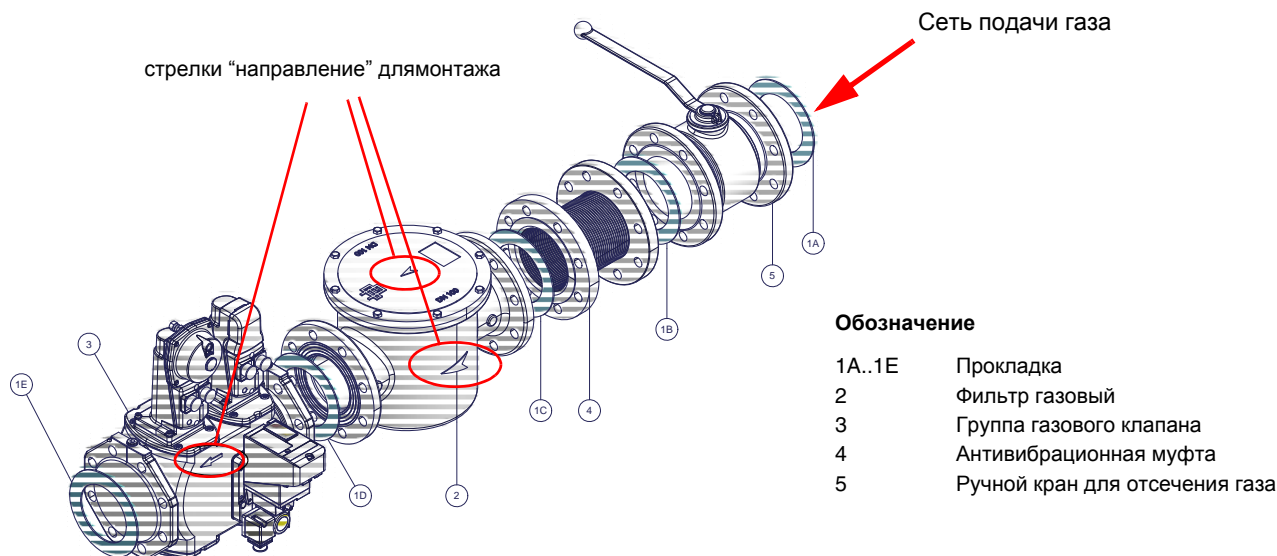

Рис. 5 - Пример газовой рампы
- 1 - б) при фланцевых соединениях: между соседними компонентами устанавливать прокладку (1А..1Е - Рис. 5), совместимую с используемым газом,
**ВНИМАНИЕ:** после монтажа газовой рампы согласно схеме на Рис. 5, необходимо провести тестирование на герметичность газового контура, согласно требований действующих нормативов.
**⚠ ВНИМАНИЕ:** после монтажа газовой ramпы согласно схеме на Рис. 5, необходимо провести тестирование на герметичность газового контура, согласно требований действующих нормативов.